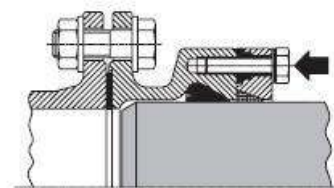

Bild 4
4. Schubsicherungsschrauben über das Kreuz festziehen, bis der Spannring am Gehäuse ansteht (siehe Bild 4)